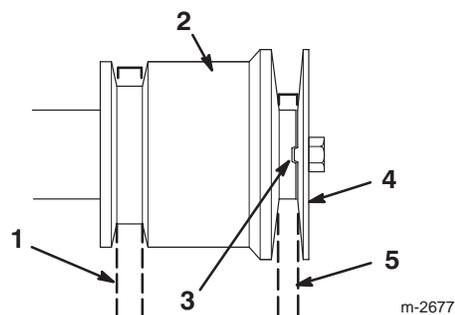

Bild 26
Hinweis: Stellen Sie sicher, dass der Fahrtriebsriemen nirgendwo eingeklemmt ist (Bild 26).
15. Bringen Sie die Motorantriebsscheibe an. Achten Sie dabei darauf, dass die Indexrippe in der Motorantriebsscheibe auf die Indexkerbe in der Motorriemenscheibe abgestimmt ist (Bild 26).
16. Bringen Sie die Scheibe, Sicherungsscheibe und die Kurbelwellenschraube an, mit denen die Motorriemenscheibe befestigt ist (Bild 26).
Hinweis: Stellen Sie sicher, dass der Fahrtriebsriemen von Schnecke/Gebläserad nirgendwo eingeklemmt ist (Bild 26).